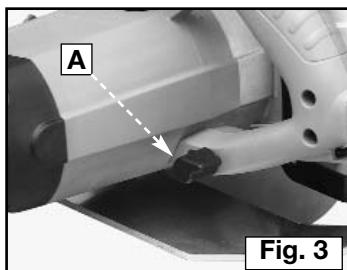

Fig. 3
1. Levez le bouton de blocage de la profondeur de coupe (A) Fig. 3 à l'arrière de la scie.